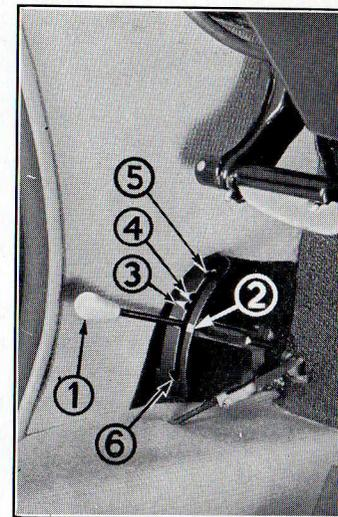

Figure 8
La commande **1** (fig. 8) peut prendre 3 positions, repérées par des traits blancs tracés sur le boîtier dans lequel elle se déplace.
- Levez à fond vers le haut la commande de relevage **1** (fig. 8); la voiture se soulève d'elle-même doucement.
Abaissez à fond la manette de relevage en **6** (fig. 8) et attendez le soulèvement de la roue.
- Amenez la manette de relevage en position haute **5** (fig. 8) et attendez que la voiture repose sur ses roues.
- Amenez la manette de relevage en position « route » (gros trait blanc sur le boîtier) (fig. 8, repère **2**).